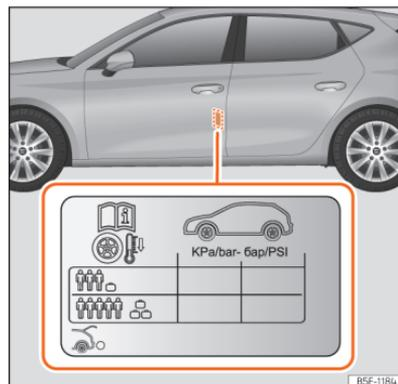

Abb. 234 Einbauort des Aufklebers für den Reifenfülldruck.
- Passen Sie bei größerer Zuladung den Reifendruck entsprechend an »» (Abb. 234).
Die Angaben zum Reifenfülldruck befinden sich auf dem Aufkleber an der Fahrertürsäule »» (Abb. 234).
fülldruck entsprechend dem auf dem Reifenfülldruck-Aufkleber angegebenen maximalen Wert erhöht werden »» (Abb. 234).
Füllen Sie bei einem minimierten Notrad (125/70 R16 oder 125/70 R18) auf einen Druck von 4,2 bar, gemäß Angabe auf dem Aufkleber mit den Reifendruckwerten »» (Abb. 234).
- **Der Fahrer ist verantwortlich für den richtigen Reifenfülldruck an allen Reifen am Fahrzeug. Der empfohlene Reifenfülldruck befindet sich auf einem Aufkleber »» (Abb. 234).**
- **Immer den richtigen Reifenfülldruck am kalten Reifen einhalten, wie auf dem Aufkleber angegeben »» (Abb. 234).**